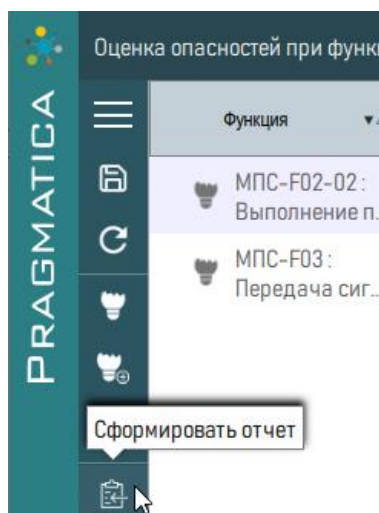

Рисунок 281 – Формирование отчета
- 1) Нажать кнопку  «Сформировать отчет», расположенную слева на панели (рисунок 281).